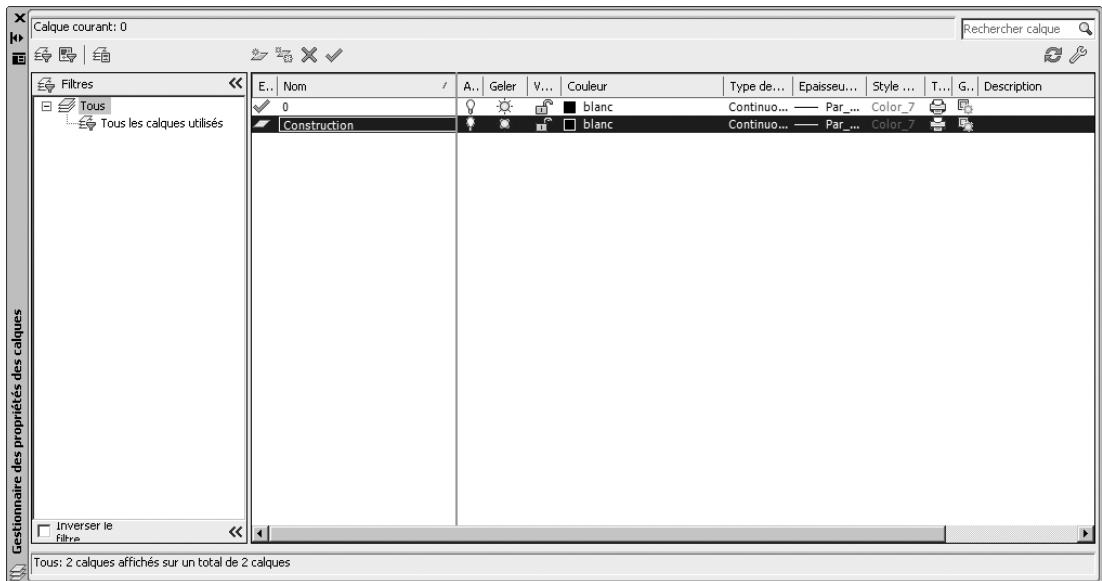

Fig.4.6
- ① Définir un calque « construction » par la commande **CALQUE** (Layer) (fig.4.6).